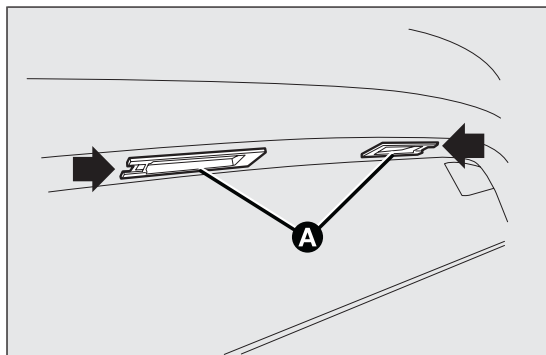

fig. 172
- ❑ agire nel punto indicato dalle frecce e rimuovere i gruppi trasparenti A fig. 172;